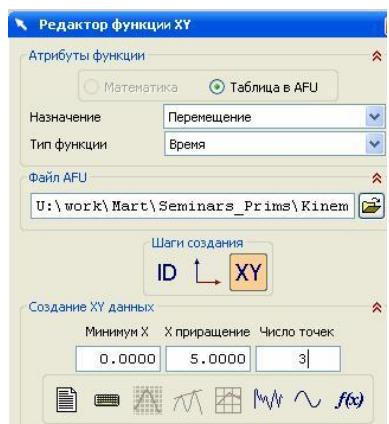
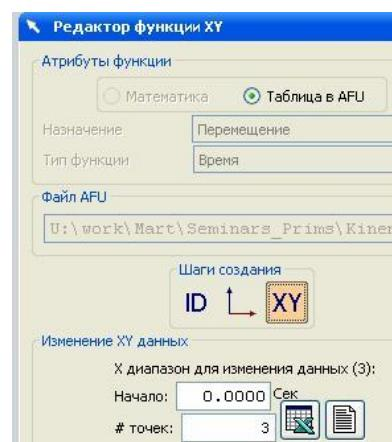
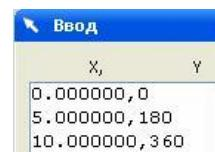

рис.87
рис.97
рис.98
- На третьем, самом важном шаге (рис.87) мы должны в поле Создание XY данных, в соответствующих окошках:
- А потом в нижней строке рис.87 из всех пиктограмм вызовите самую левую пиктограмму Ввод из редактора текста.
- Если вы захотите просмотреть график построенной функции, то внизу окна рис.87 есть поле Просмотр . Раскройте его.
- Правда, окно рис.87 немного видоизменится (рис.97).
- В окне рис.97, внизу нужно нажать на крайнюю правую пиктограмму (лист бумаги с загнутым уголком), и вы опять окажетесь в таблице рис. 98, где сможете внести необходимые изменения.